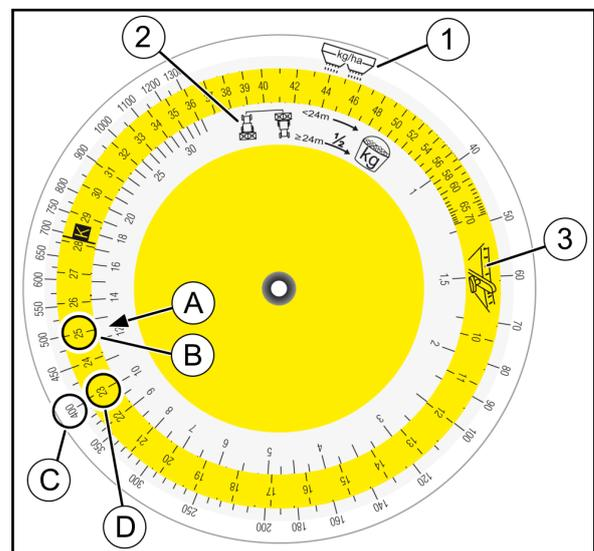

Fig. 55
Auf Skala (Fig. 55/2) für aufgefangene Menge [kg] Zahlenwert (A) aufsuchen und mit gewählter Schieberstellung (B) der farbigen Skala (Fig. 55/3) übereinanderstellen.
3. Gewünschte Streumenge (C) aufsuchen und erforderliche Schieberstellung (Position) (D) ablesen.